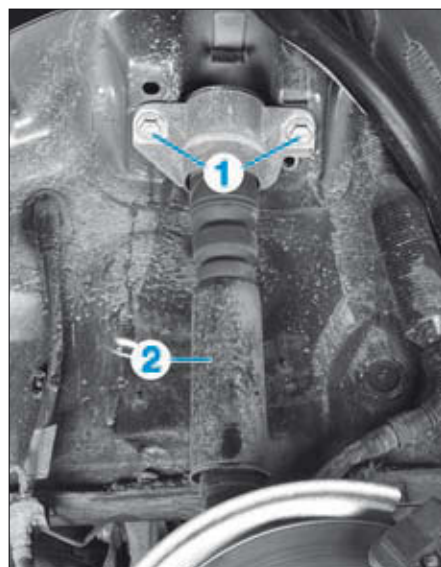

FIG. 28
- les 2 vis (1) de fixation supérieures d'amortisseur (2) (Fig.28),